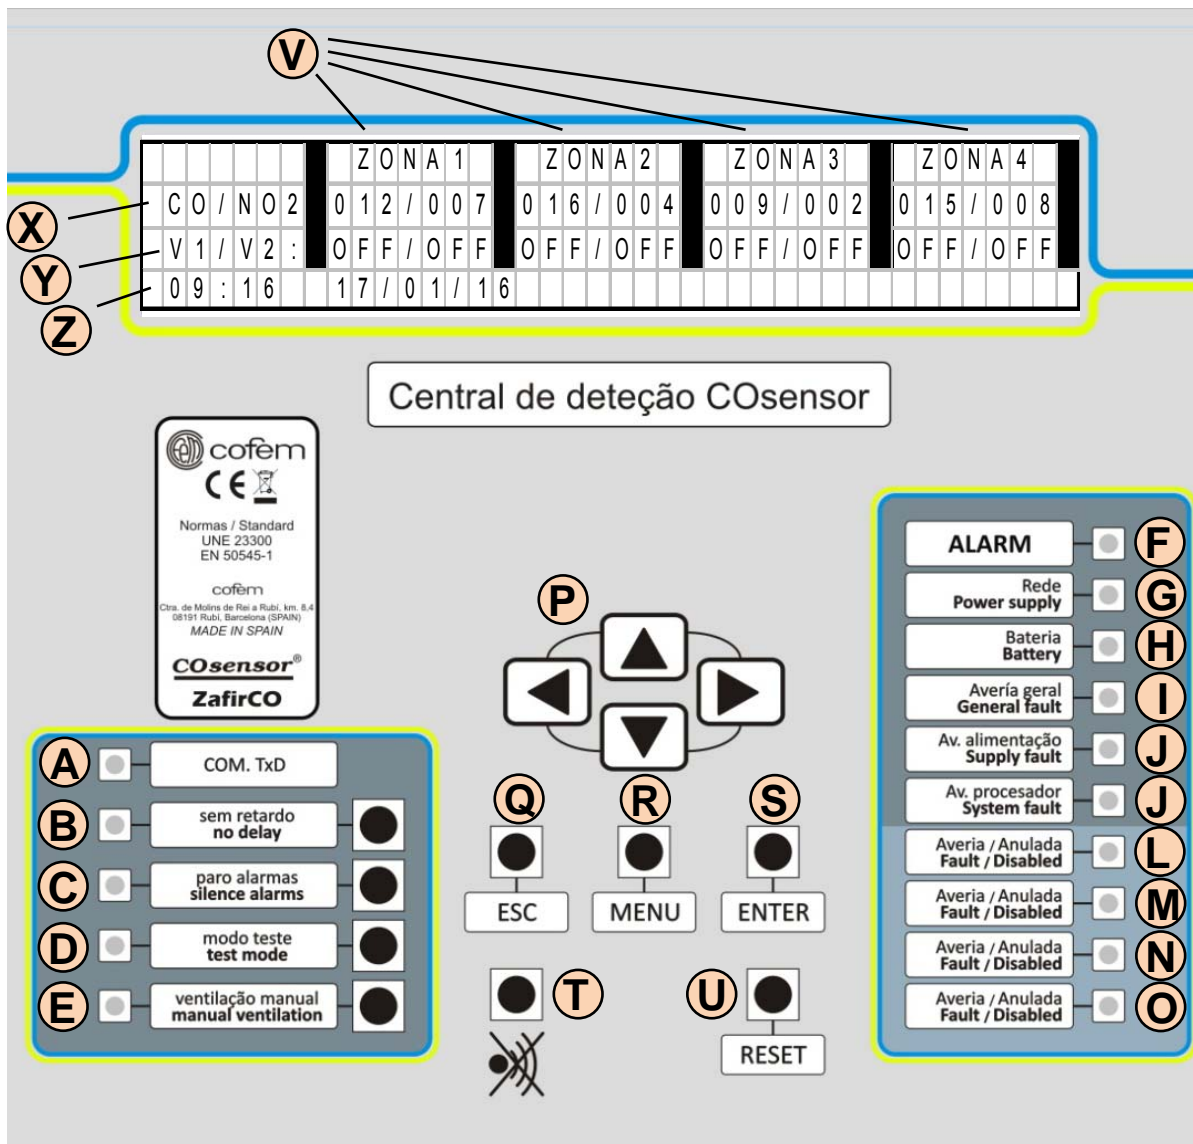

Figura 10: Painel de controle da central
9. A central deve quedar em estado de trabalho com o led de rede ligado (letra G na figura 10).
No caso das avarias de alimentação, o led âmbar de AVARIA GERAL e AVARIA ALIMENTAÇÃO vai ser ligado (I e J na figura 10), o besouro vai soar e a seguinte mensagem vai ser mostrada.
iluminado de forma fixa o led de Ventilação manual (letra E na figura 10).
Quando as saídas e o led são verificados, pressionando novamente o botão “modo manual”, a central recupera o modo automático de funcionamento desligando o led de modo manual (letra E da figura 10). Se é necessário, no menu 1 da central (ver capítulo 10), ponto 5, podem-se activar e desactivar as saídas de ventilação da cada zona de forma individual.
Se o modelo da central é DVB, desconectar a alimentação de rede da central. A central deve ativar o besouro, desligar o led de “Rede” (letra G na figura 10), e ligar o led de “Bateria” (letra H da figura 10).
Depois de verificar que o sistema é estável e permanece funcionando normalmente, voltar a conectar a alimentação de rede. O led de baterias (letra H da figura 10) deve-se desligar e o led de rede (led G da figura 10) ligar.
Pôr as zonas no modo teste pressionando a tecla “modo teste” (letra D da figura 10) na central. Nesse modo de funcionamento, o comportamento do led do sensor é modificado e os relés de todas as zonas vão ser desativados.